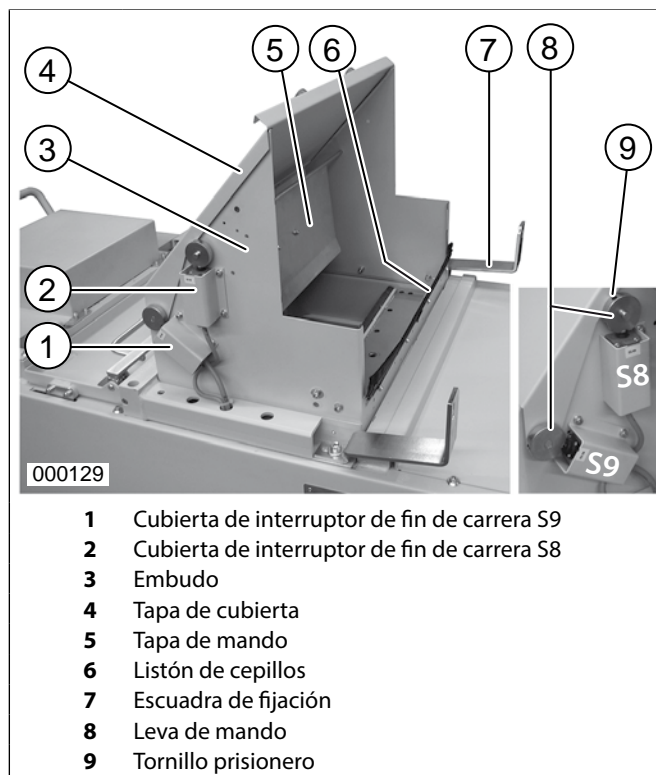

fig. 2 Embudo
3. Girar hacia arriba el listón de cepillos (fig. 2/6) del embudo hasta que el cepillo se encuentre inclinado en dirección de la cámara de compactación. Fijar al embudo el listón de cepillos en esta posición empleando los dos tornillos de hexágono inferior adjuntos M6x16 y la arandela (para la fijación, utilizar la perforación superior).
4. Desmontar las dos cubiertas del interruptor (fig. 2/1+2). Fijar el interruptor final S8 con 2 tornillos M4x40 y tuercas M4 por debajo de la leva de mando de la tapa de mando (fig. 2/8). Aflojar el tornillo prisionero (fig. 2/9) (llave de hexágono inferior 2,5 mm), girar la leva en posición y volver a apretar el tornillo prisionero.
5. Fijar el interruptor final S9 (50) con 2 tornillos M4x40 y tuercas M4 por debajo de la leva de mando de la tapa de cubierta (fig. 2/4). Aflojar el tornillo prisionero (llave de hexágono inferior 2,5 mm), girar la leva en posición y volver a apretar el tornillo prisionero.
1. Desplazar el compactador debajo de la destructora de documentos. Atornillar la destructora de documentos y el compactador empleando los dos ángulos de fijación (fig. 2/7) adjuntos a la destructora de documentos.